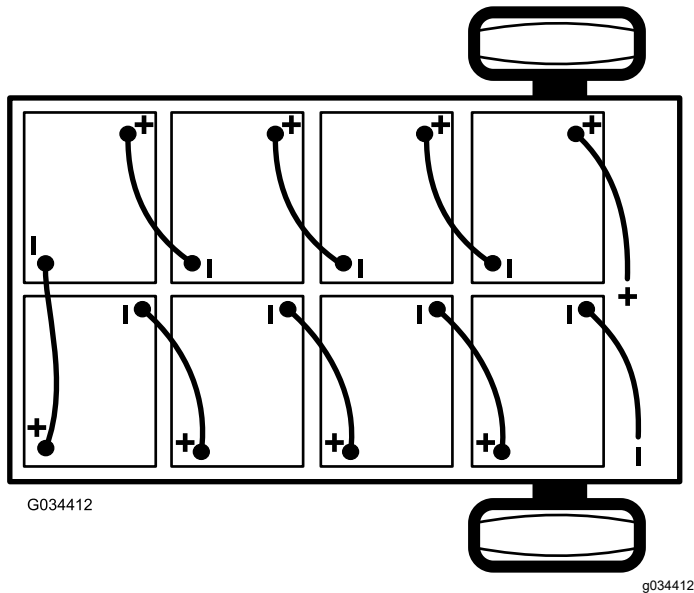

Figure 41
2. Débranchez le câble négatif principal (noir) de la batterie qui relie la rangée de batteries au point de masse de la machine (Figure 41).
3. Débranchez le câble positif principal (rouge) qui relie la rangée de batteries au contacteur principal de la machine (Figure 41).
Remarque: Observez la polarité lors de la mise en place des batteries neuves (Figure 41).
6. Reliez les batteries entre elles, comme montré à la Figure 41, avec les câbles d'interconnexion que vous avez retirés à l'opération 1.
2. Branchez le câble positif principal (rouge) entre la rangée de batteries et la machine (Figure 41).
3. Branchez le câble négatif principal (noir) entre la rangée de batteries et la machine (Figure 41).